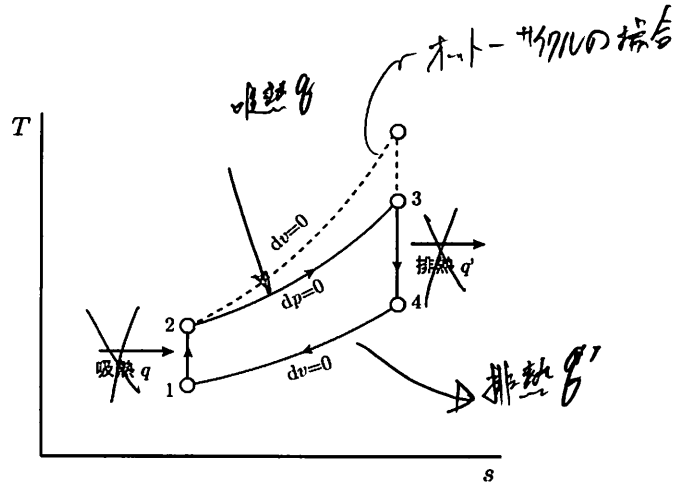

図 7: ディーゼル・サイクルの T - s 線図
(1) 本問は、ディーゼル・サイクルに関する問題である。ディーゼル・サイクルは圧縮率 $\varepsilon = v_1/v_2$ が高いため²、熱効率 $\eta = 1 - \left(\frac{v_2}{v_1}\right)^{\kappa-1}$ が良い。ディーゼル・サイクルの各過程は、図6の p - v 線図および図7の T - s 線図からなる：
ここで、 $c_p > c_v$ であるので、式(27)のほうが式(28)よりも小さくなるので、図7の波線で示すように、定積変化（オットー・サイクル）のときよりも勾配は緩やかとなる。